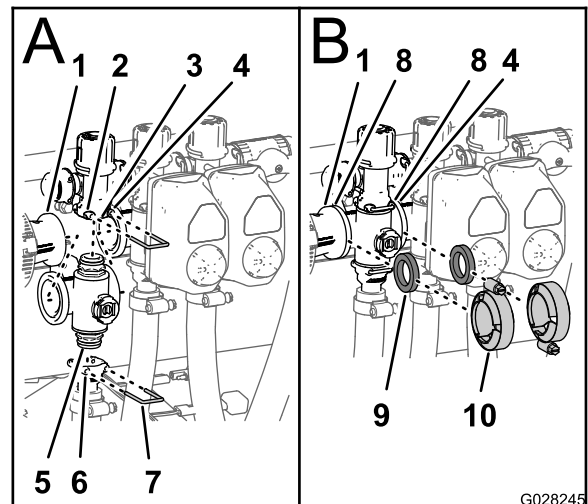

Figura 78
- Inserte el conector de extremo superior de la válvula multivía en el acoplamiento de desvío (Figura 78, A).
- Sujete el conector de extremo al acoplamiento de desvío insertando una horquilla de retención en el acoplamiento de desvío (Figura 78, A).
- Monte el conector de salida en el conector de extremo inferior del distribuidor (Figura 78, A).
- Sujete el conector de extremo al conector de salida insertando una horquilla de retención en el conector de salida (A de Figura 78).
5. Alinee una junta entre las bridas del racor reductor y el distribuidor de la válvula de sección (B de Figura 78).
6. Monte el racor reductor, la junta y el distribuidor de la válvula de sección con una abrazadera apretada a mano (Figura 78, B).
7. Para instalar las dos válvulas de sección de la izquierda, alinee una junta entre las bridas de los distribuidores de las 2 válvulas de sección adyacentes (Figura 78, B).
8. Monte los distribuidores de las 2 válvulas de sección adyacentes y la junta con un abrazadera apretada solamente a mano (Figura 78, B).